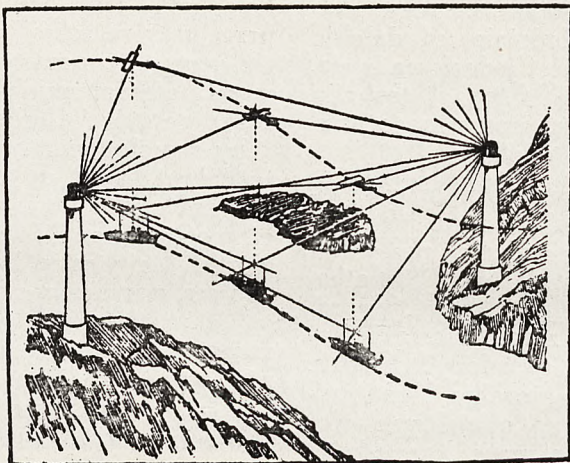

Fig. 2. Samolot i okręt w podróży wzdłuż wyknętej trasy.
nie wynika wcale, aby sygnały kierunkowe miały być nadawane bez przerwy: byłoby to bezcelowe, gdyż lotnik, prócz obserwacji kierunku lotu ma jeszcze wiele innych czynności w swojej pieczy, wystarczy więc, jeżeli sygnały te będą nadawane raz na kilka lub kilkanaście minut, w międzyczasie zaś wieże będą nadawały sygnały innym statkom, znajdującym się w powietrzu lub na morzu, obsługując jednocześnie kilka linii komunikacyjnych (fig. 2).
*Fig. 2. I ustrzacja niniejsza przedstawia włoski samolot do bombardowania „Caproni 90 P.B.”; jest to dwupłatawiec o skrzydłach nierównych, a mianowicie: górnych o 35 m. i dolnych o 47 m. rozpiętości. Samolot jest wyposażony w 6 silników po 1000 k. m. w układzie szeregowym. Załoga aparatu obejmuje: 1 komendanta i 9 ludzi obsługi. Waga całkowita olbrzymia wynosi 35 tonn łącznie z obciążeniem użytecznym, około 20 tonn.*